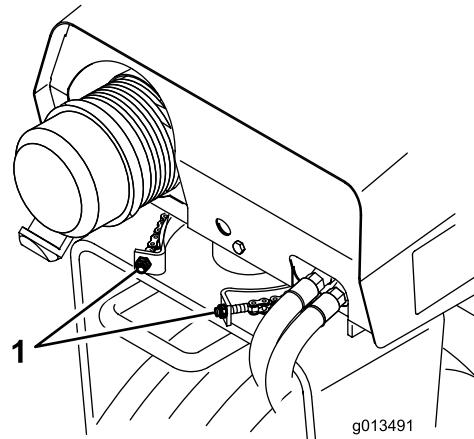

図 23
2. ロックナットを調節して、スプロケットの両側のチェーンのたるみを取り ((図 23))。